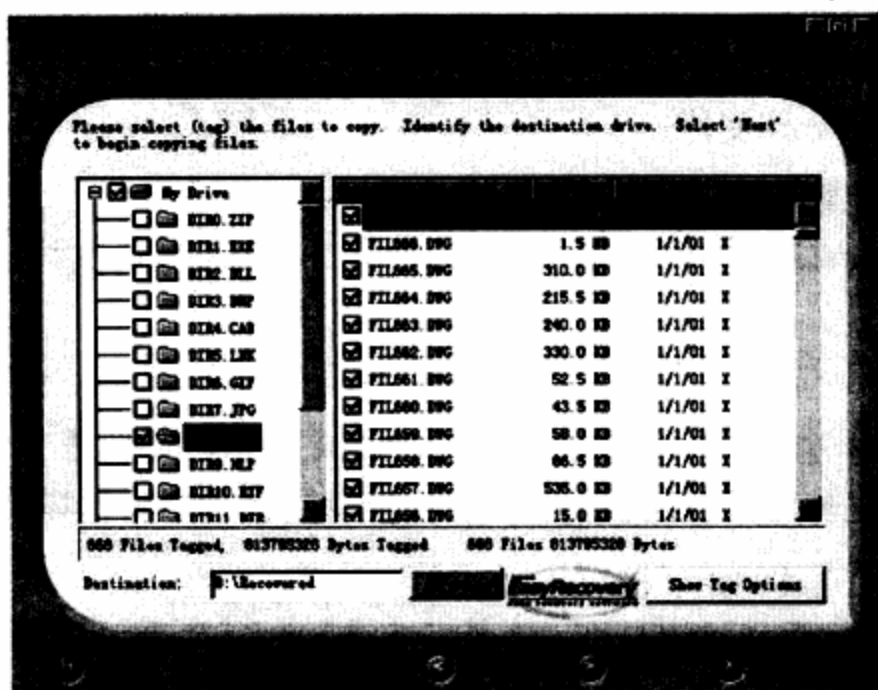

图12-9 标记文件框
**步骤 03** 对所选定分区的扫描和修复过程的速度与电脑速度和分区大小有关。完成后就可以进入到标记文件框。如图12-9所示。
从图12-9中可以看出，EasyRecovery将修复出来的文件按后缀名进行了分类。可以对需要保存的文件进行标记，如标记那些文档文件（.DOC）和图形文件（.DWG）等重要数据文件。